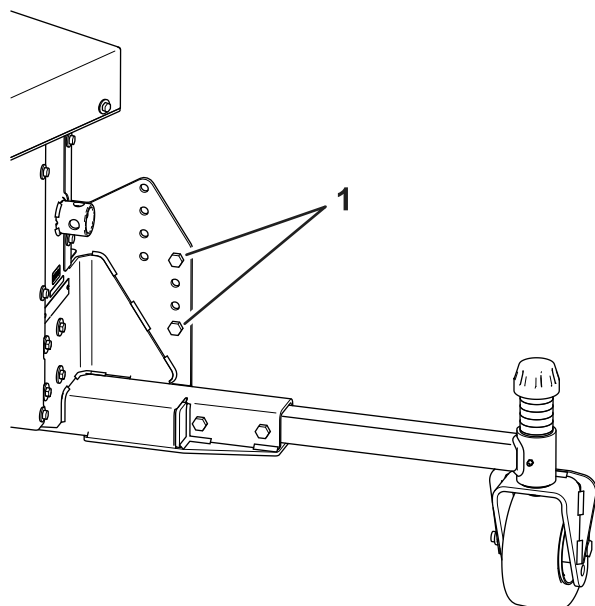

Figure 9
14. Poussez la caisse pour l'éloigner du souffleur et abaissez le souffleur jusqu'à ce que les roues pivotantes et le cric touchent le sol, mais que la sangle reste tendue (Figure 9).